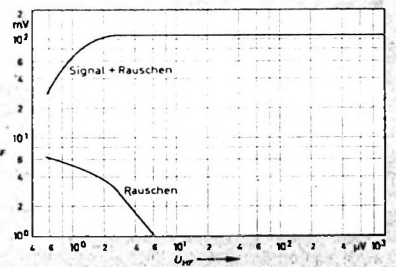

Bild 3. Begrenzerkurve ($f_c = 89,4$ MHz, Hub 22,5 kHz)
b) Die Störspannungen, hervorgerufen von vorbeifahrenden Kraftfahrzeugen, sind – hauptsächlich bei UKW-Empfang – wesentlich größer als bei stationären Geräten. Der „Touring T40“ wurde daher von vornherein mit vier FM-ZF-Stufen ausgerüstet, die eine sehr große ZF-Verstärkung bei gleichzeitiger hoher Selektion bewirken. Dadurch war es möglich, das Gerät bei 2 μ V Eingangsspannung am UKW-Teil schon vollkommen begrenzen zu lassen (Bild 3).